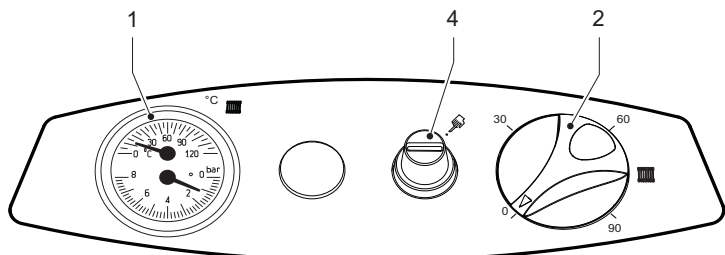

рис. 1 - Панель управления
- Поместите термостат регулировки котла (поз. 2 - рис. 1) на минимальное значение.
- Поместите термостат регулировки котла (поз. 2 - рис. 1) на требуемое температурное значение (не менее 50°).
Если повернуть рукоятку 2 на рис. 1 по часовой стрелке, температура воды в системе отопления повышается, и наоборот. Температуру воды в системе отопления можно регулировать в пределах от 30° до 90°. Однако не рекомендуется эксплуатировать котел при температуре ниже 45°.
Задать с помощью комнатного термостата нужную температуру внутри помещения. При поступлении команды от комнатного термостата котел включается, обеспечивая нагревание воды в системе отопления до температуры, заданной регулирующим термостатом 2 на рис. 1. При достижении в помещении желаемой температуры котел выключается.
Давление напора при заполнении холодного контура, считанное гидрометром котла (поз. 1 - рис. 1), должно составлять приблизительно 1,0 бар. Если во время работы давление воды в системе упало (из-за испарения растворенных в воде газов) до величины ниже вышеуказанного минимума, пользователь должен открыть кран подачи воды (в поставку не входит) и довести давление до первоначального значения. По окончании операции всегда закрывайте кран подачи воды.
Откройте крышку термостата дымовых газов (поз. 4 - рис. 1) и нажмите на кнопку под ним. В случае повторяющихся блокировок котла обратитесь в ближайший сервисный центр